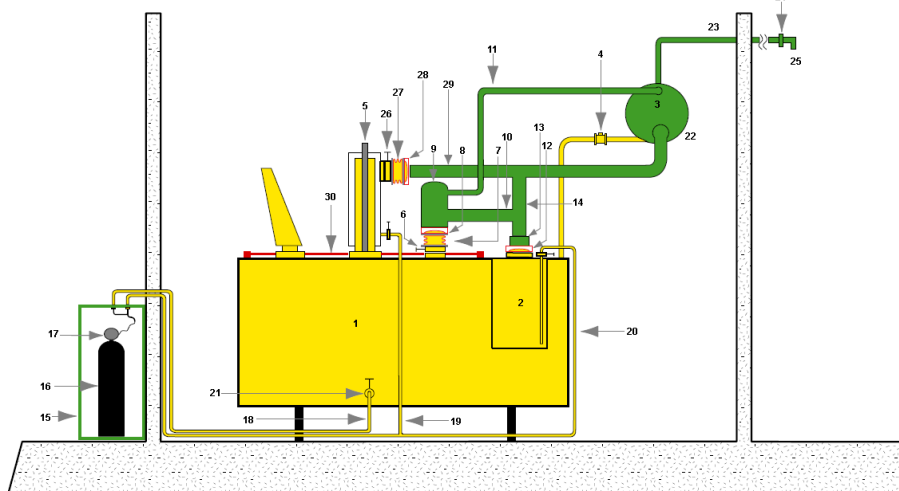

Рис.4. Система TRANSFORMER PROTECTOR, тип TPAB
- **Тип ТРАВ**, **рис. 4**, предназначен для трансформаторов от 0,1 МВА до 1000 МВА и выше, устанавливаемых внутри помещений или вне помещений. В данном типе, в случае короткого замыкания внутри трансформатора, депрессюризацию обеспечивают модули депрессюризации трансформатора, устройства РПН и МКМ (поз. 6-9, 12-13 и 26-28). Выбрасываемая смесь масла и газов направляется в бак отделения масла и газов (поз. 22). Газы вытесняются через трубу отвода взрывоопасных газов (поз. 23) за пределы здания или в отдаленное место, где они могут сгорать, не представляя опасности. Клапан отсечки воздуха (поз. 24) установлен на конце трубы для отвода